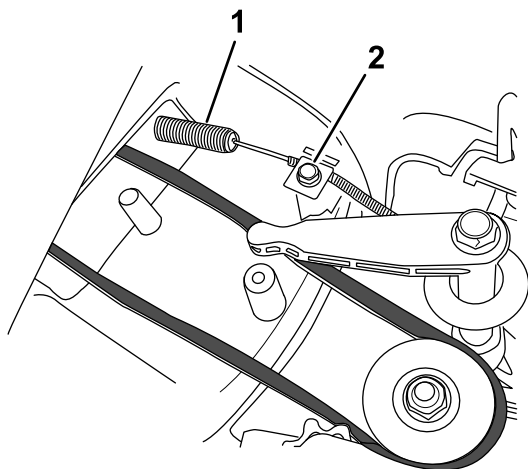

Figure 33
4. Remplacez le câble du frein de lame, mais ne serrez pas le serre-câble au sommet du carter du plateau de coupe (Figure 33).
5. Desserrez la vis du serre-câble (Figure 33).